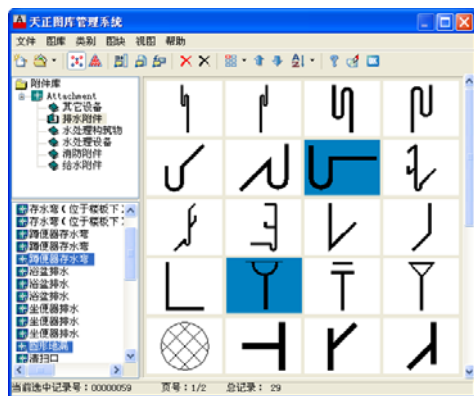

图 13-84 选择存水弯、圆形地漏图块
⑨ 插入存水弯、圆形地漏图块。单击“图库图层”→“图库管理”命令，在【天正图库管理系统】对话框中选定存水弯、圆形地漏图块，如图 13-84 所示。